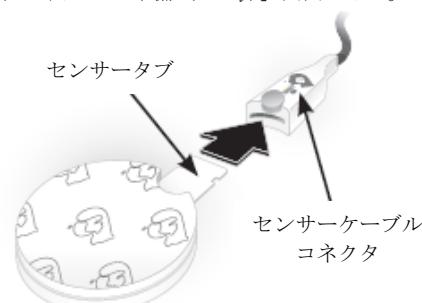

図1
- 本品をコントロールユニットのセンサーケーブルコネクタに接続する。本品のタブが適切に接続され、センサーケーブルの奥まで差し込まれたか確認する（図1）。本品の接続が確認されると、コントロールユニットのディスプレー画面（パネル）の表示が「準備（Ready）」画面になる。